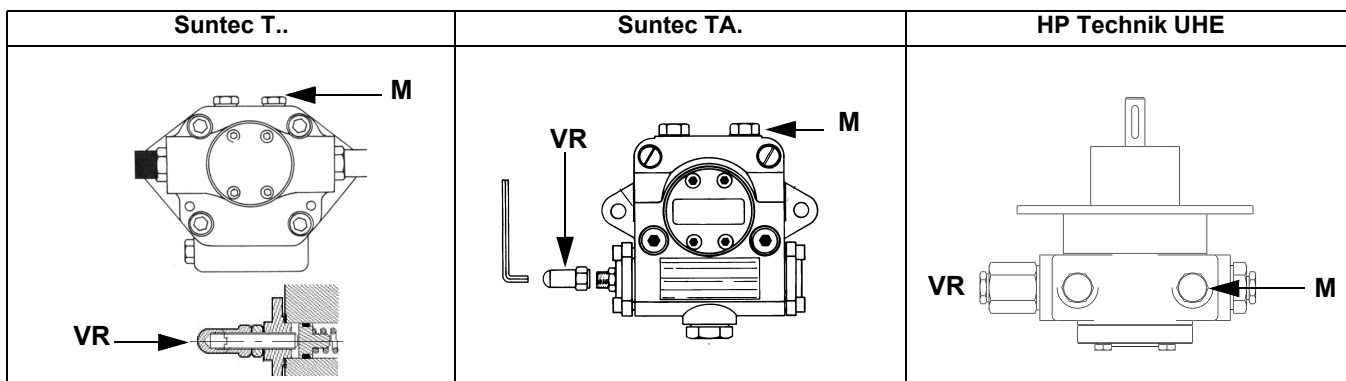
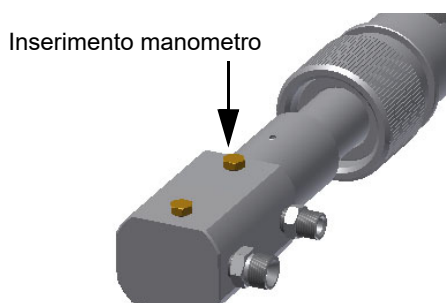

Fig. 10
Fig. 11
- 3 sfiatare l'aria dall'attacco (**M**) manometro della pompa (Fig. 10), allentando leggermente il tappo, senza toglierlo; quindi rilasciare il contattore.
- 5 Solo se necessario, regolare la pressione di alimentazione (vedi relativo paragrafo) nel modo seguente: inserire un manometro nella posizione indicata in Fig. 11 agire sulla vite di regolazione **VR** della pompa (vedi Fig. 10) fino ad ottenere una pressione all'ugello pari a 20 bar (ugelli Monarch o ugelli Bergonzo - vedere grafici a pag. 45);